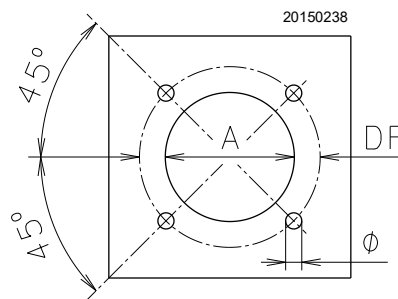

Fig. 13
Găuriți placa de închidere a camerei de ardere ca în Fig. 13 (Tab. M) Poziția găurilor filetate poate fi trasată cu ajutorul scutului termic furnizat cu arzătorul.
- Glisați întregul arzător pe orificiul cazanului pregătit anterior (Fig. 13) și fixați-l cu șuruburile furnizate.